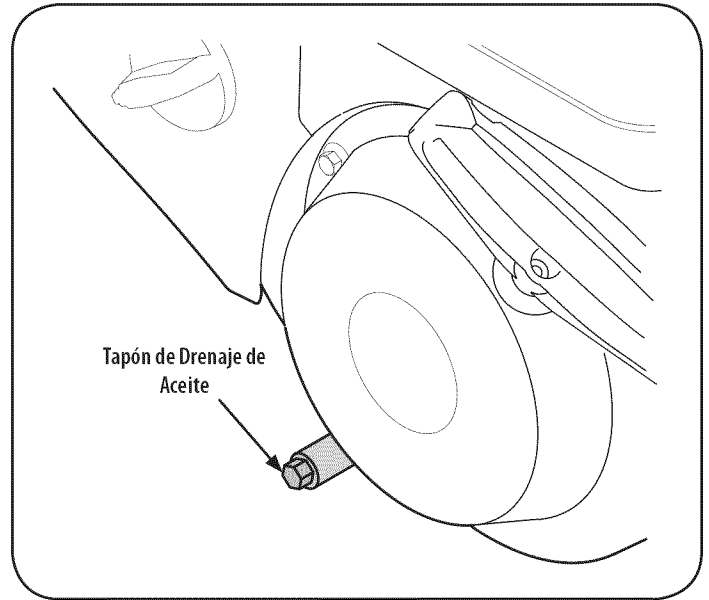

Figura 13
3. Retire el tapón de drenaje de aceite. Vea la Figura 13.